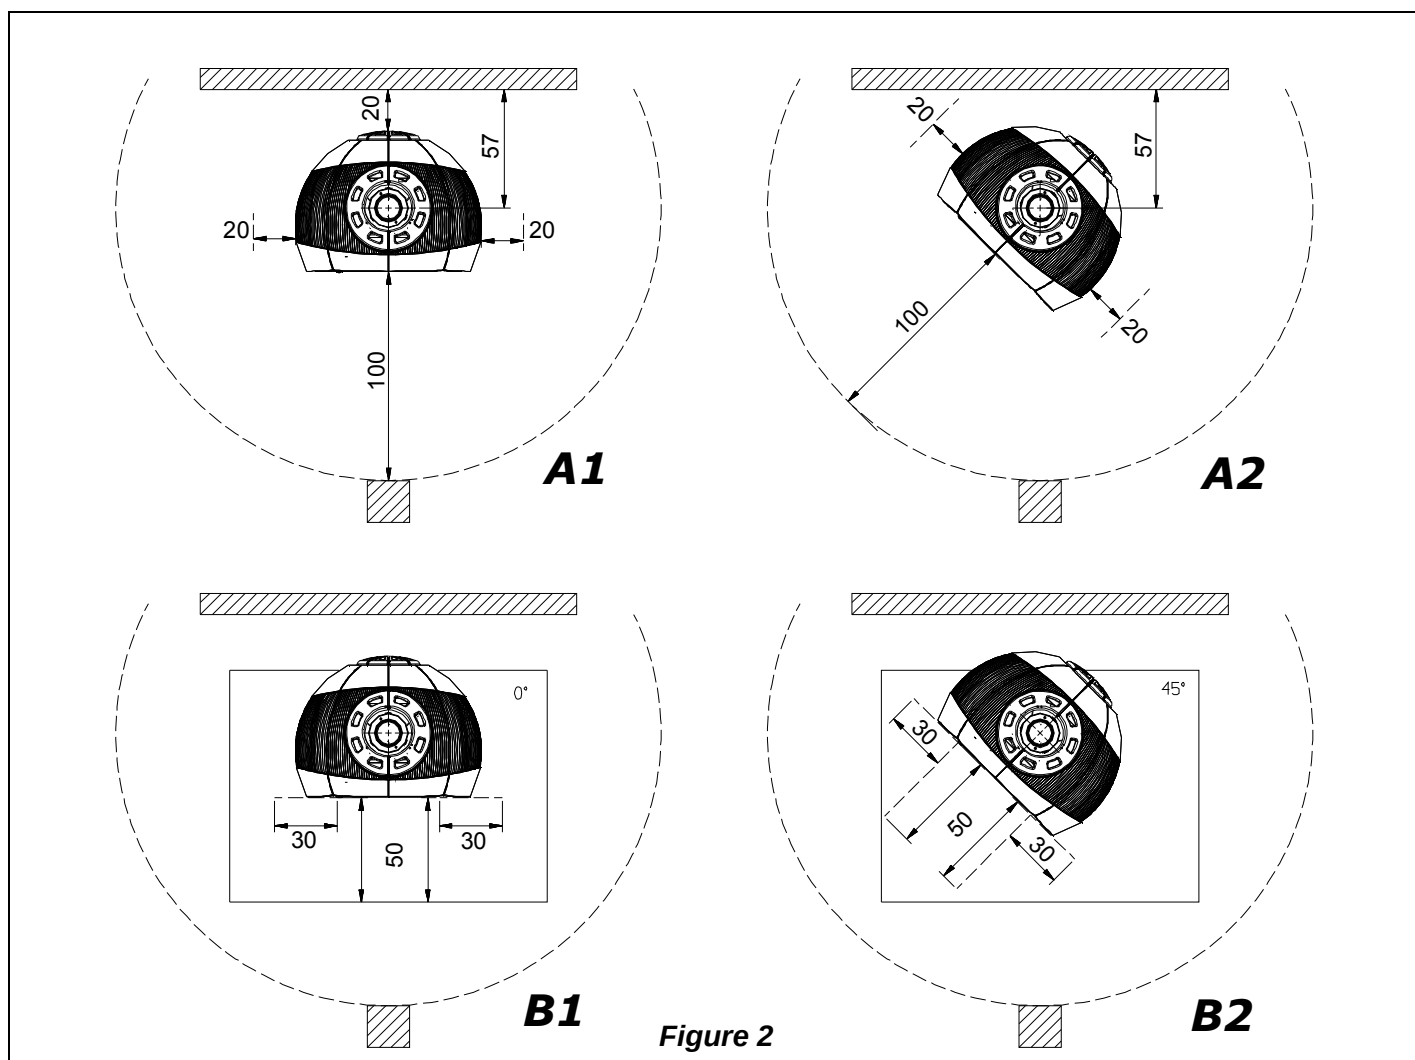

Figure 2
- pour assurer une isolation thermique suffisante, respecter la distance minimale de sécurité entre le poêle et les éléments de construction et objets inflammables et sensibles à la chaleur (meubles, revêtements en bois, tissus, etc.) (voir Figure 2 **A1 A2**). **Toutes les distances minimales de sécurité sont indiquées dans l'étiquette du produit et on il NE FAUT PAS descendre au-dessous des valeurs indiquées.**
- si le produit est installé sur un sol de matériau inflammable, prévoir une base ignifuge. **Les sols composés par matériaux inflammables**, comme moquette, parquet ou liège etc., **doivent être remplacés** par une couche de matériel pas inflammable, par exemple céramique, pierre, vitre ou acier etc.. (dimensions selon les dispositions régionales). Le fond doit dépasser devant d'au moins **50cm** et latéralement d'au moins **30cm** au-delà de l'ouverture de la porte de chargement, en tenant compte également de la possibilité de rotation du poêle (voir Figure 2 **B1 B2**)